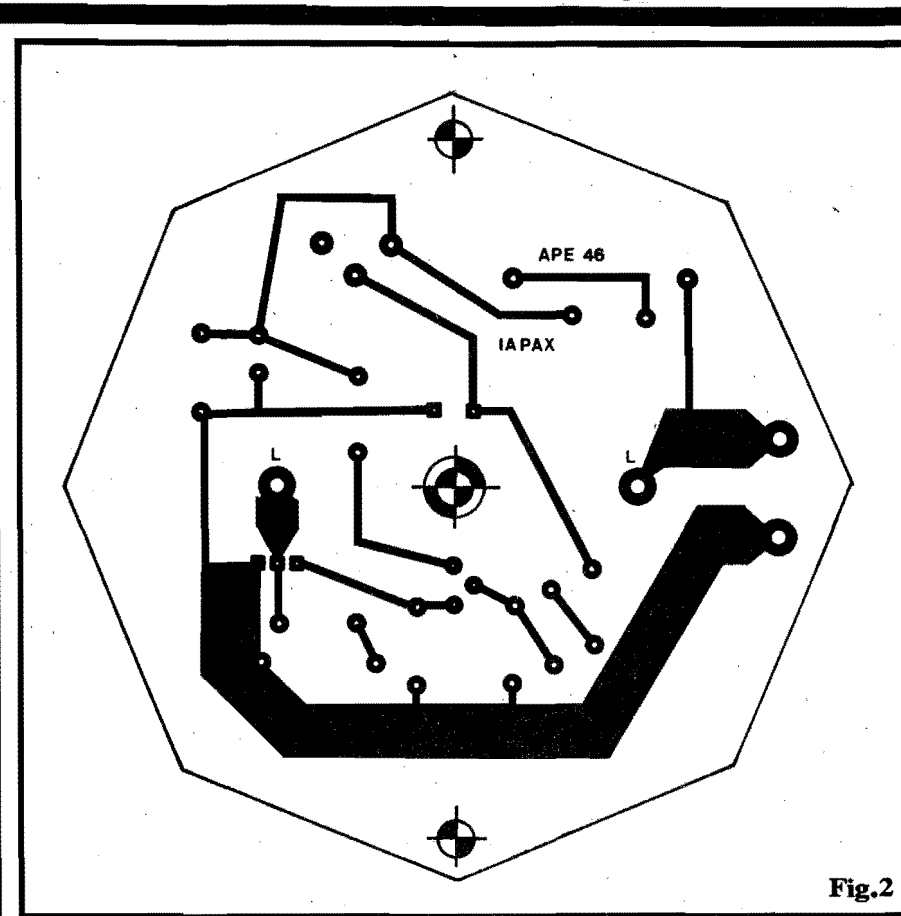
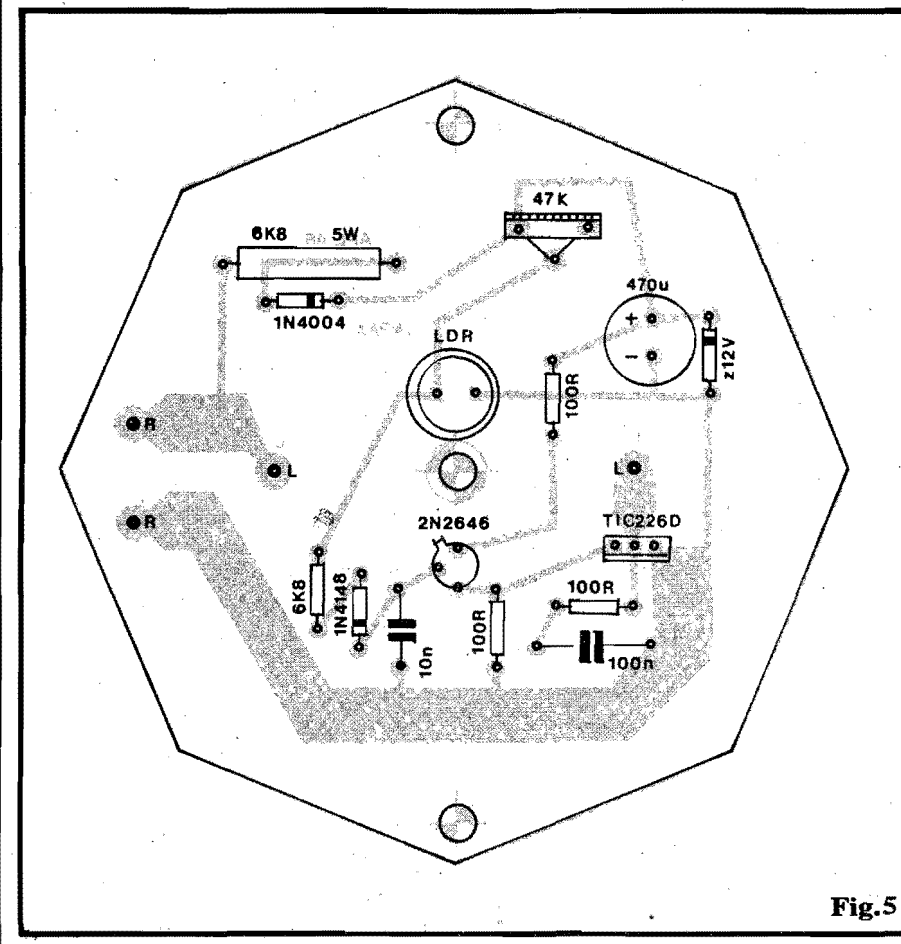

Fig.2
Fig.5
- FIG. 5 - "CHAPEADO" DA MONTAGEM - O Circuito Impresso, no seu formato de octógono regular, é visto agora pelo lado não cobreado, todas as peças devidamente posicionadas, identificadas pelos seus códigos, valores, polaridades, etc. Vários dos componentes são polarizados, ou seja: devem obrigatoriamente ser colocados e ligados numa única e certa posição, já que qualquer inversão poderá arruinar o componente e - seguramente - impedirá o funcionamento do próprio circuito... Referimo-nos, especialmente, aos seguintes componentes:
previamente realizados nas ilhas respectivas... Caso isso não seja possível, as lâminas metálicas dos terminais (geralmente em cobre ou latão) podem ser soldadas diretamente às grandes ilhas “L-L” (rever fig. 2), ou ainda eletricamente ligadas a elas com o auxílio de um pedaço curto de fio de cobre nú e rígido, soldado tanto aos terminais quanto às ditas ilhas... A fixação mecânica do soquete deve ser feita através de parafuso e porca (no calibre apropriado), passando pelo furo central da base do dito soquete, e pelo furo central da própria placa, sobresaindo, pelo lado dos componentes (no Impresso) a ponta do dito parafuso, com a respectiva porca (em posição logo inferior à do LDR, no diagrama da fig. 5). É importante, por razões de isolamento, que o lado inferior da base do soquete tenha sua face totalmente em cerâmica, sem excrescências metálicas que possam fazer “curto” com as pistas cobreadas do Impresso...